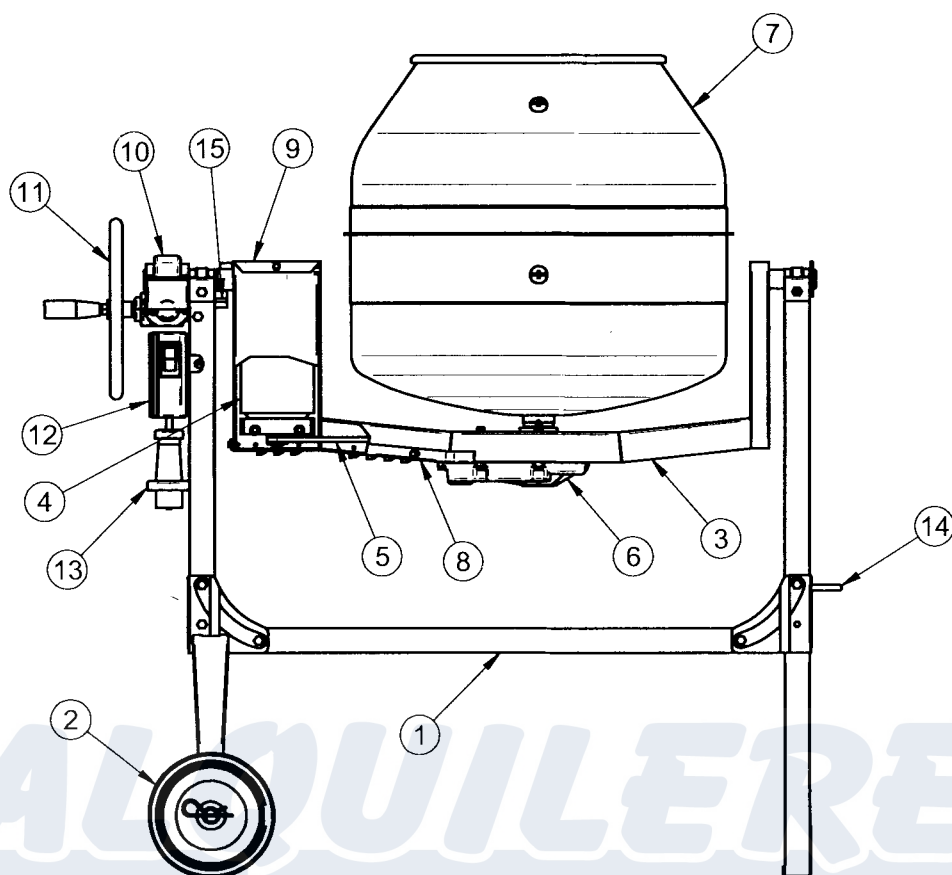

FIG.1
La hormigonera está compuesta por un bastidor (ref.1, fig.1) con dos ruedas rígidas (ref.2, fig.1), el cual sostiene un brazo oscilante (ref.3, fig.1).
Sobre este último se encuentra montado el reductor (ref.6, fig.1), que viene puesto en movimiento por el motor eléctrico (ref.4, fig.1) mediante una correa poly-V aislante (ref.5, fig.1).
Sobre el árbol de salida cónico del reductor está acoplada la cuba de mezcla (ref.7, fig.1), bloqueada en posición con un tornillo.
El vuelco de la cuba se efectúa por medio de la rotación manual del volante (ref.11, fig.1), que actúa sobre el reductor rueda helicoidal-tornillo sinfin (ref.10, fig.1) conectado al brazo.
El encendido y la parada del motor eléctrico se realizan por medio de dos pulsadores específicos presentes en el cuadro eléctrico (ref.12, fig.1).
En el cuadro eléctrico se encuentra el enchufe volante (ref.13, fig.1) para la conexión a la alimentación eléctrica.
Para el desplazamiento en la obra (con máquina descargada) se debe usar la manija (ref.14, fig.1).
⚠ - Si se quitan las cubiertas de protección para efectuar las reparaciones, al final del trabajo es imprescindible volver a montarlas (rif.8 y 9 fig.1)
Para evitar que el cable de alimentación del motor eléctrico se retuerza y se dañe, está montado un tope (rif.15, fig.1) que impide la rotación completa del tambor mezclador.
En la hormigonera IMER los puntos peligrosos están protegidos con dispositivos de seguridad específicos, que deben mantenerse en condiciones perfectas y estar siempre montados; por ejemplo, la cubierta de la correa de transmisión (rif.8, fig.1).
⚠ - El vuelco de la cuba de mezcla tiene un tope de parada (ref.15, fig.1) para impedir la rotación completa y, por lo tanto, evitar que se dañe el cable eléctrico de conexión al motor. No acercar partes del cuerpo a dicha zona durante la inclinación.